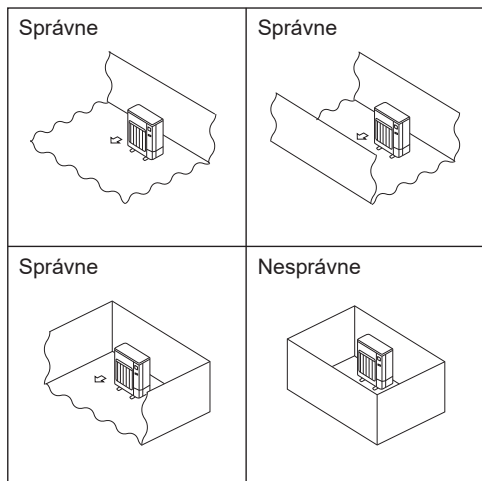

Fig. 2-2
• Exteriérové jednotky inštalujte na miestach, kde je aspoň v jednom zo štyroch smerov voľný priestor a kde je dostatok miesta bez vytvárania výstupkov. (Fig. 2-2)